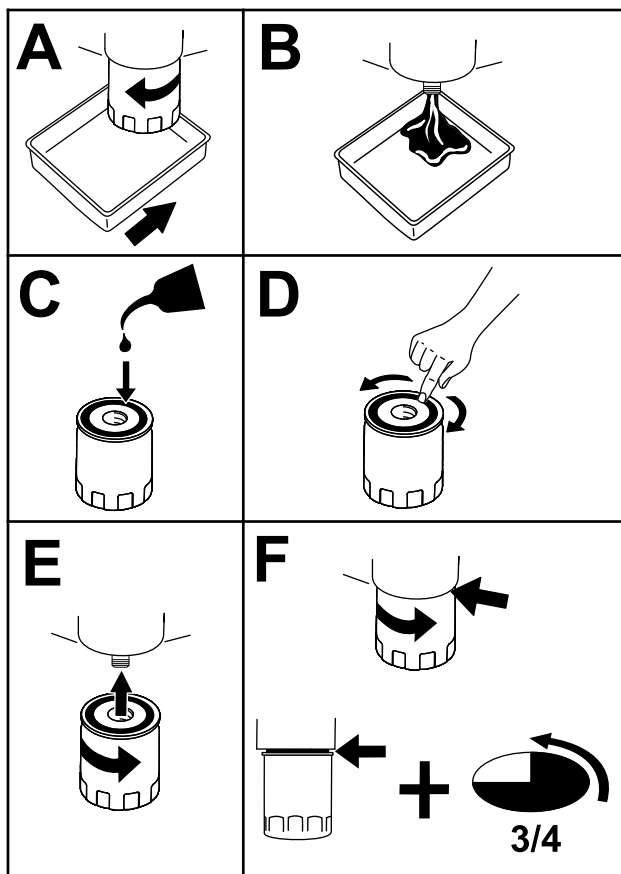

Figura 37
5. Sustituya el filtro de aceite del motor (Figura 37).